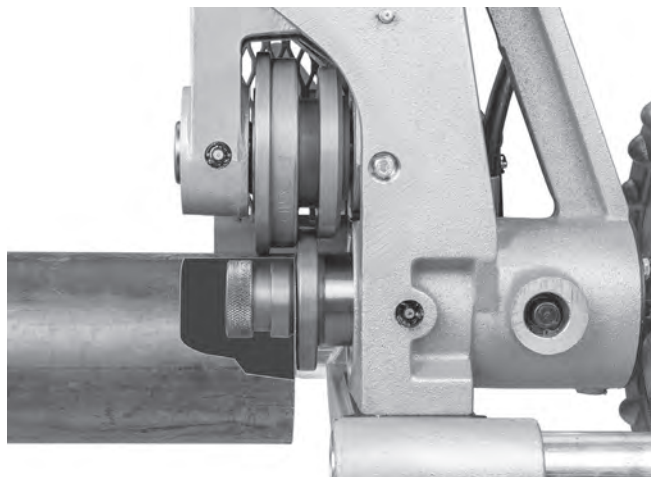

Abbildung 12 - Auflegen des Rohrs über die Antriebswelle, bündig mit dem Antriebswellenflansch (Stabilisator zur Verdeutlichung nicht abgebildet)
3. Zur Abstützung des Rohres müssen geeignete Rohrständer vorhanden sein. Stellen Sie die Höhe der Rohrständer so ein, dass das Rohr waagerecht liegt und der obere Innendurchmesser des Rohrs auf der Antriebsrolle sitzt (siehe Abbildung 12).
- Legen Sie das Rohr auf den/die Ständer, wobei das Rohrende bündig mit dem Antriebswellenflansch abschließt und die Innenseite des Rohrs die Oberseite der Antriebswelle berührt (Abbildung 12). Vergewissern Sie sich, dass das Rohr stabil und sicher liegt.